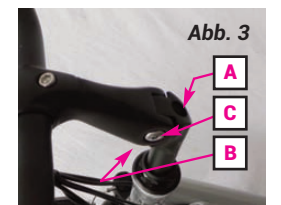

Abb. 3
3. Von oben mit dem Inbusschlüssel die Spannschraube **A** in der Lenkerstange fest anziehen (Abb.3).